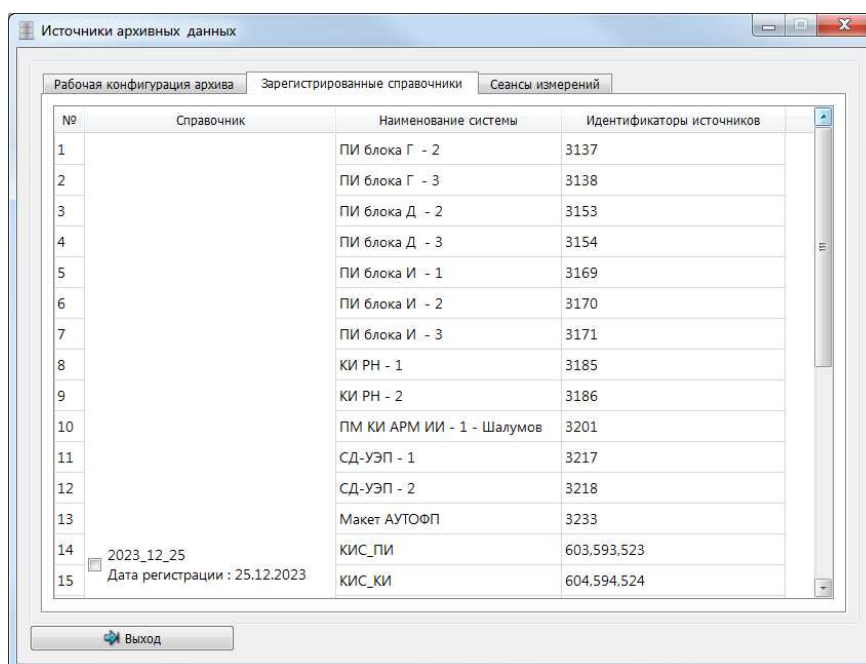

Рис. 3.23.35 – Окно «Источники архивных данных», вкладка «Зарегистрированные справочники»
- «Зарегистрированные справочники» – отображается список справочников, используемых в БД архива (рис. 3.23.35);
Для выбора справочника технологических данных БД архива следует нажать на кнопку  на панели «Справочник технологических данных» на вкладке «Рабочая конфигурация архива» или переключиться на вкладку «Зарегистрированные справочники» и установить с помощью мыши флаг у нужного справочника (см. рис. 3.23.35).